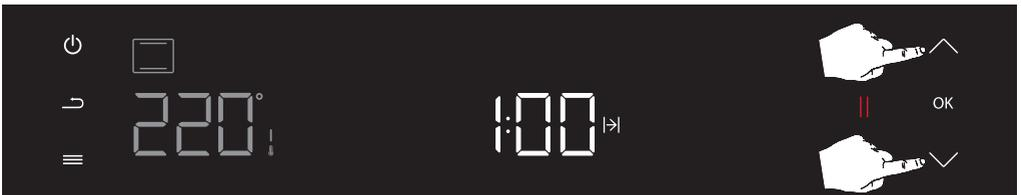
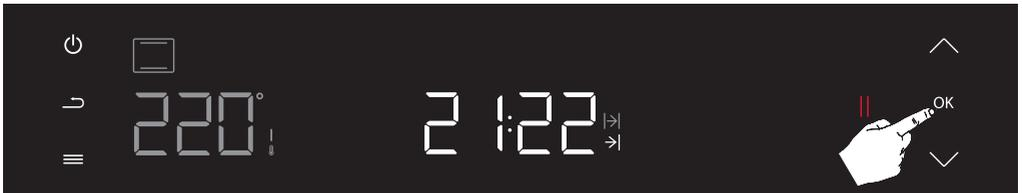
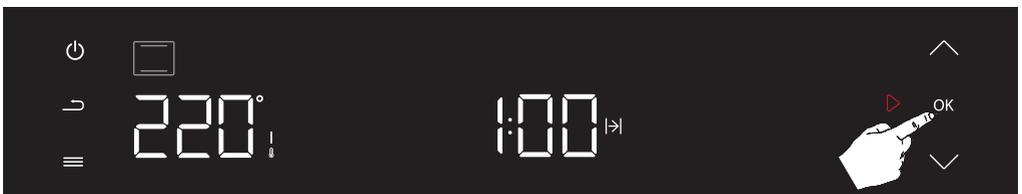

Abbildung 20
Abbildung 21
Abbildung 22
eingestellt. (siehe Abbildung 20) Drücken Sie einmal die Bestätigungstaste (OK), um die Garzeit zu bestätigen. (siehe Abbildung 21) Drücken Sie die Bestätigungstaste (OK) lange, um den Garvorgang zu starten. (siehe Abbildung 22)